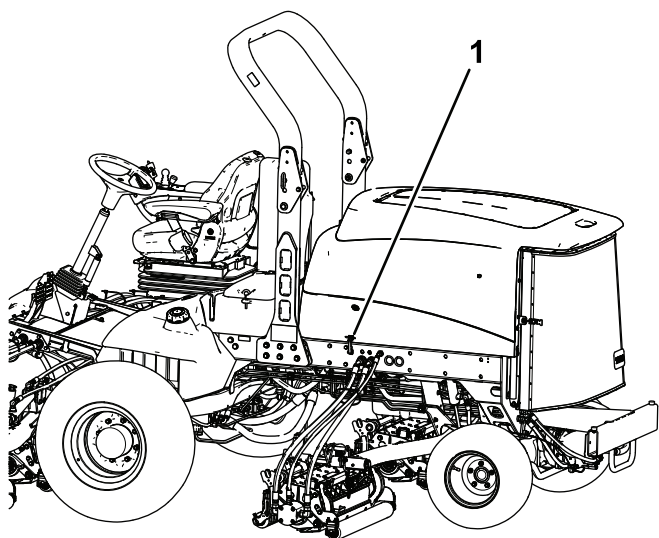

Figura 47
1. Solte os trincos do capot (Figura 47) e levante o capot.